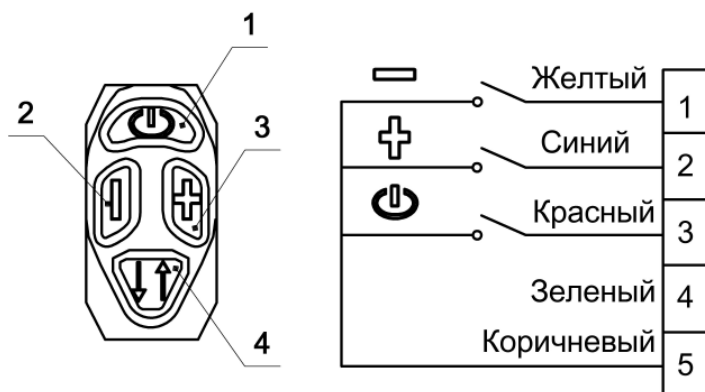

Рис. 8.2.1. Кнопки управления на сварочной горелке:
10. Микровыключатели (см. рис. 8.2.1)